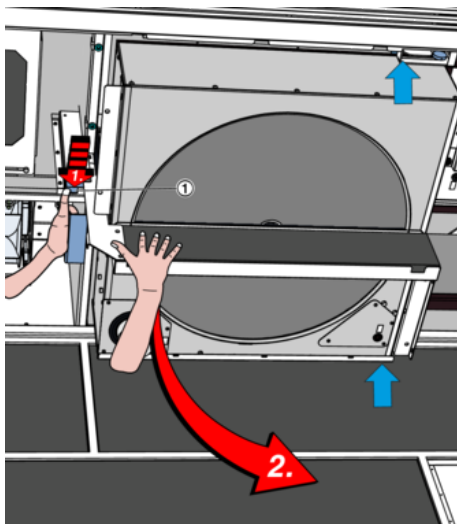

Abb. 77: RWT herabschwenken
8. ▶ Den RWT mit der Hand leicht anheben um den Entriegelungshebel zu entlasten, dann den Entriegelungshebel (Abb. 77/1) ein weiteres mal drücken und den RWT mit der Hand geführt nach unten raus schwenken.